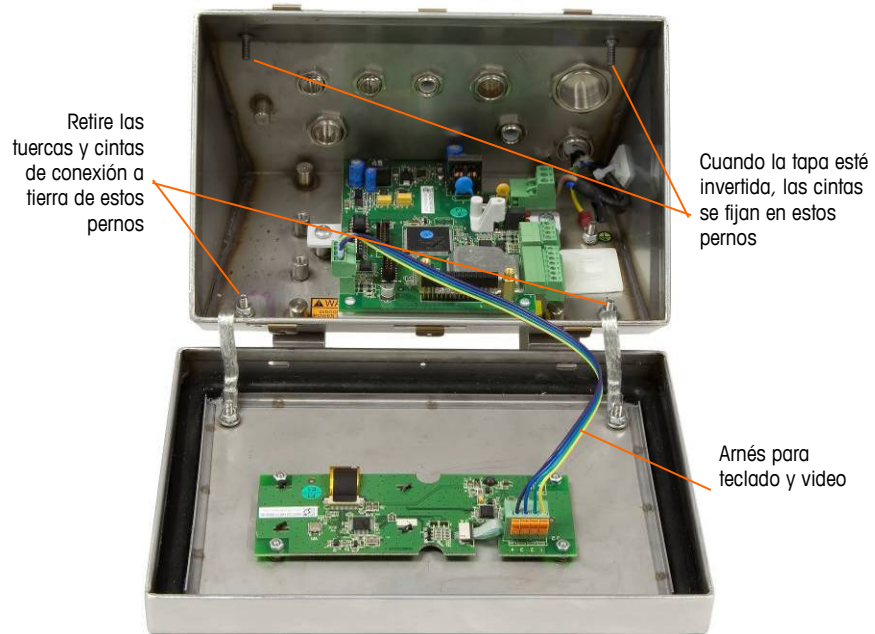

Figura 2-21: Para aflojar las cintas de conexión a tierra
Utilice un destornillador de punta plana para abrir el gabinete para ambientes adversos. Presione el destornillador dentro de cada una de las dos ranuras de la tapa (indicadas en la Figura 2-4) para comprimir el sujetador de resorte hasta que la tapa se desprenda. Cuando ambas esquinas estén sueltas, presione la tapa hacia arriba hasta que sobresalga del borde frontal de la caja. Después presione hacia atrás hasta que se desprenda de los dos sujetadores de resorte restantes. Levante con cuidado el gabinete y hágalo girar hacia adelante. La tapa está fija en el gabinete mediante dos cables de alivio de tensión y conexión a tierra, y está conectada a la tarjeta principal mediante el arnés de video y teclado (vea la Figura 2-21).
- b. Afloje y quite las dos tuercas que fijan las cintas de conexión a tierra (que también funcionan como bisagras para la tapa frontal) con la caja posterior. Vea la Figura 2-21.